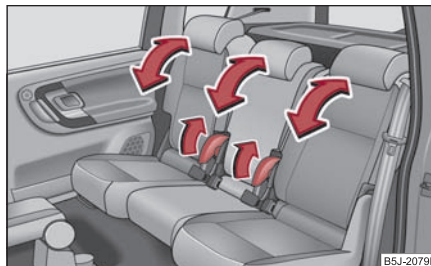

Fig. 66 Reglarea spătarelor
- Trageți maneta ⇒ fig. 66 și reglați înclinarea dorită a spătarului. ■
- Trageți maneta ⇒ pagina 68, fig. 66 și rabatați spătarul scaunului în față, complet.